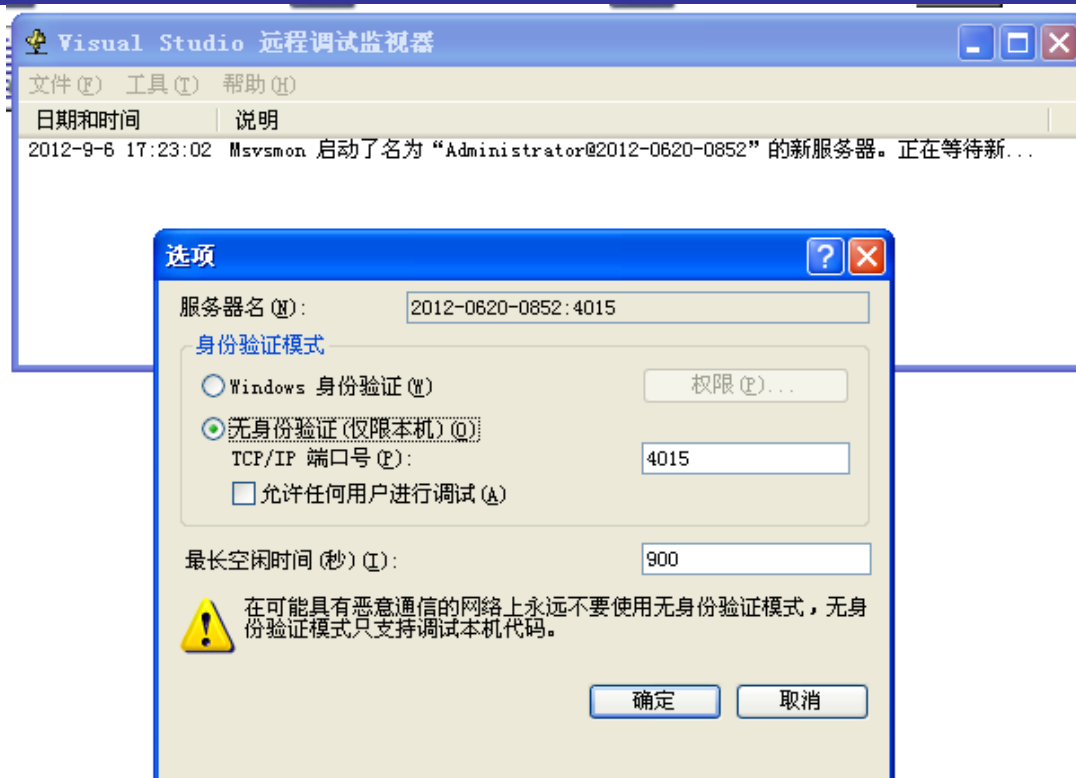

图 7-16 远程计算机下设置验证模式
- (5) 远程计算机运行 x86 文件夹下的“msvsmon.exe”，从“工具-选项”中将身份验证模式改为“无身份验证，允许任何用户进行调试”。设置完成后如图 7-16 所示。